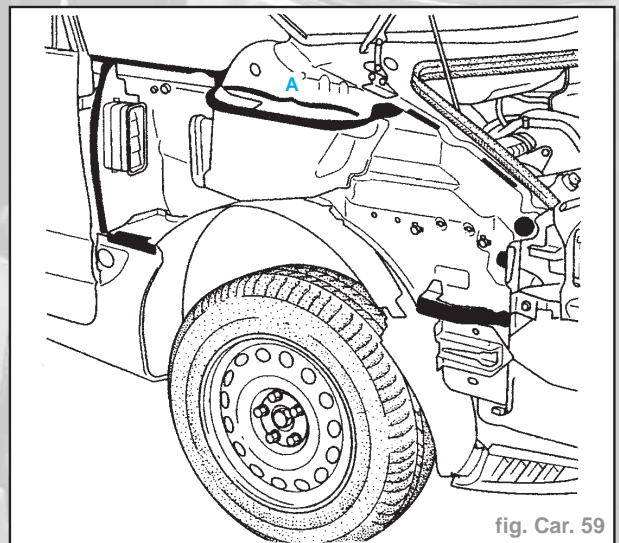

fig. Car. 59
#### Préparation du châssis (fig. Car. 59)
- En partie (A) extruder le cordon sur l'adhésif (fig. Car. 59).